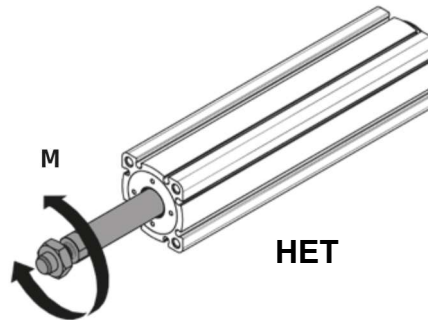

Рисунок 16 – Запрет на скручивание штока
2.2.4.3 Модуль имеет внутреннюю направляющую, препятствующую вращению, но не поддерживает скручивание штока, см. рисунок 16.